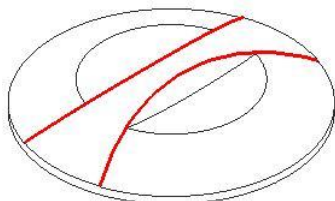
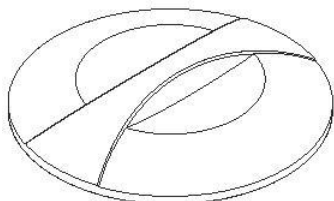

图5-84
图5-85
12. 使用边倒圆功能创建圆角特征。选择图 5-84 所示的实体边缘，然后设置圆角半径为“0.5”，结果如图 5-85 所示。